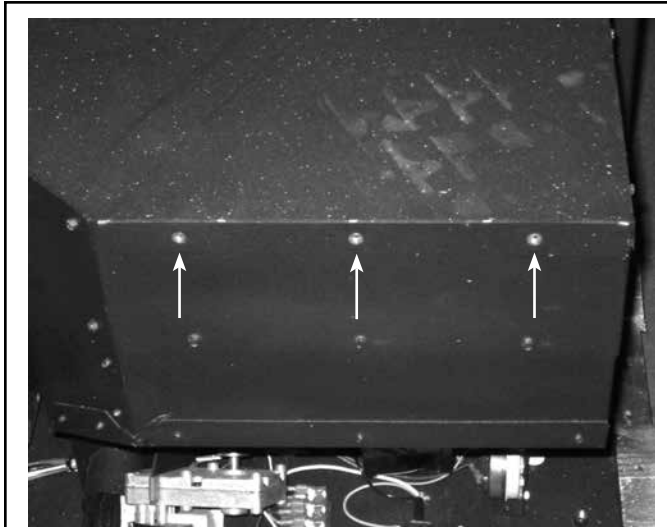

Figure 60
7. Retirer les 3 vis situées le long de la trémie à granule (**figure 60**).
8. Retirer à présent les 3 vis situées sur la partie supérieure de la trémie à granules (Voir **figure 60**). Placer maintenant le boîtier ZC assemblé à proximité de la face arrière du poêle encastrable. Saisir le cordon d'alimentation situé en bas à l'arrière du poêle encastrable et le faire passer dans le passe-fil en caoutchouc situé au bas de la plaque arrière A. Sur la plaque latérale droite C, faire passer le faisceau de câbles à travers le passe-fil en caoutchouc inférieur (**figure 61**). Positionner le boîtier ZC contre l'arrière du poêle encastrable et réinstaller les trois vis précédemment retirées pour fixer le boîtier ZC au poêle encastrable (les trois trous indiqués à la **figure 60**).